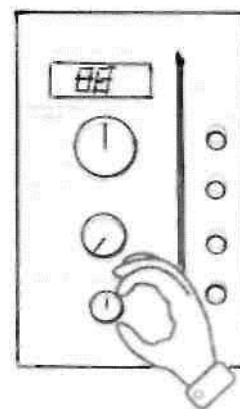

Рис. 16.3.
4. Установить регулятором «ТЕМПЕРАТУРА ВОДЫ» значение теплоносителя. (Рис. 16.3.)